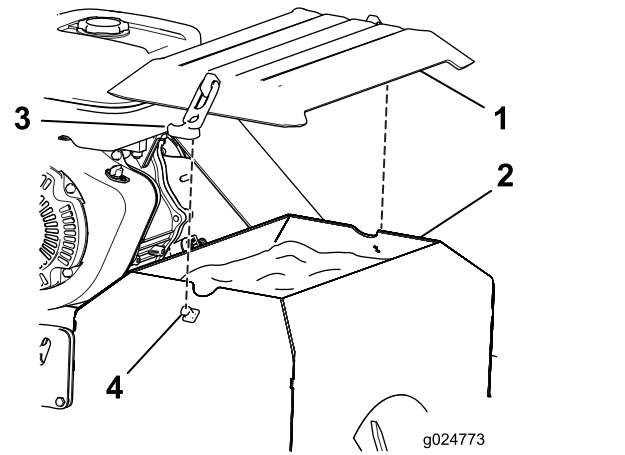

Figure 11
- Pour installer le couvercle (Figure 11), placez-le sur la trémie et fixez-le de chaque côté aux ergots de verrouillage à l'aide des attaches en caoutchouc.